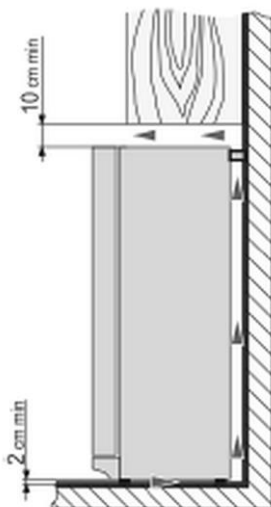

Fig. 4
- Assurer une distance d'au moins 10 cm entre la partie supérieure de l'appareil et les objets se trouvant au dessus (p.ex. les placards) (fig. 4).